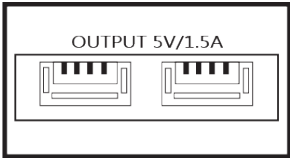

图18
- 内置 2 个 USB 输出端口，不超过 1.5A。（图 18）